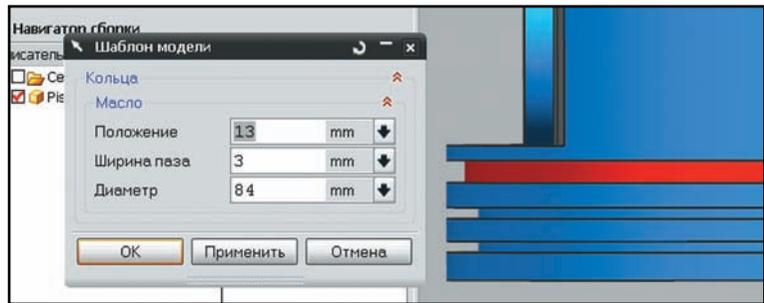

Рисунок 10.14 Работа шаблона
- В открывшемся диалоговом окне дважды щёлкните правой кнопкой мыши на названии шаблона. Откроется диалоговый интерфейс шаблона. Попробуйте изменять параметры в диалоге и посмотреть, как перестраивается геометрия модели. При этом пока шаблон не контролирует вводимые значения, поэтому при вводе слишком больших величин параметров логика шаблона может быть нарушена (рис. 10.14).